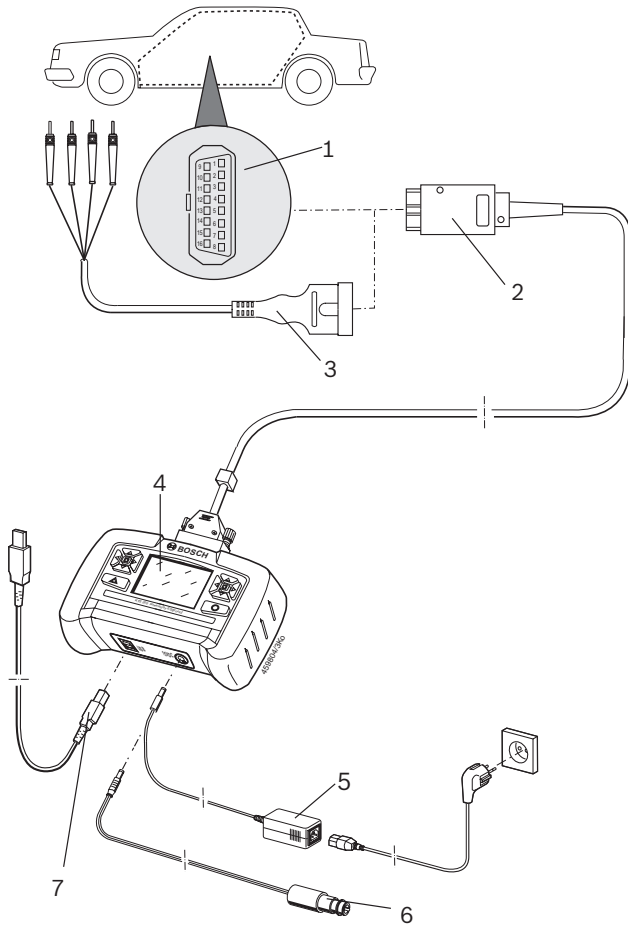

Fig. 3: Schéma de raccordement du KTS 200
- le câble de diagnostic OBD (fig. 3, pos. 2) ou
- le câble de diagnostic OBD plus le câble de raccordement UNI (fig. 3, pos. 3 ; accessoire spécial) ou